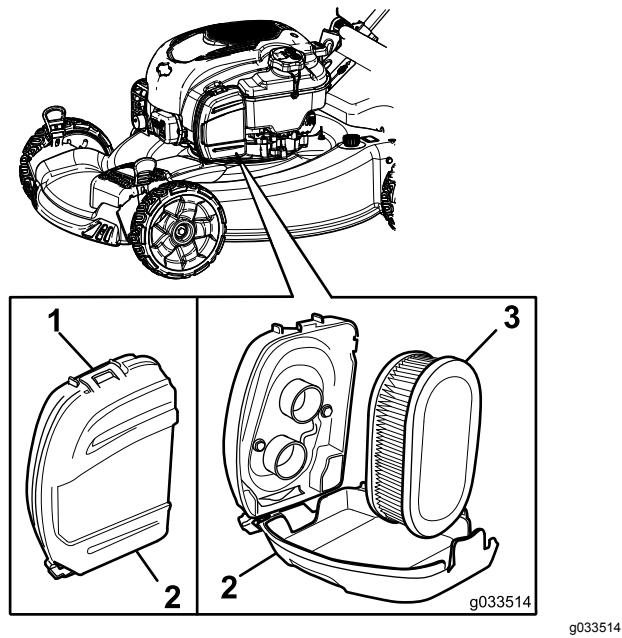

Figura 24
- Sbloccate la parte superiore del coperchio del filtro dell'aria (Figura 24).
- Rimuovete il filtro (Figura 24).